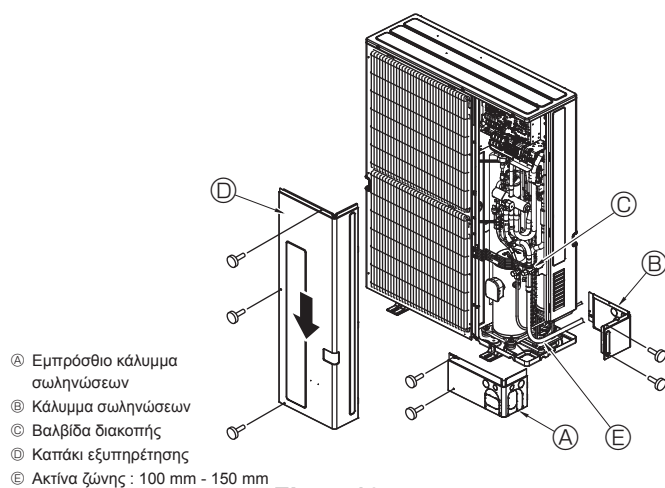

Fig. 4-10
4.3. Σωληνώσεις ψυκτικού υγρού (Fig. 4-10)